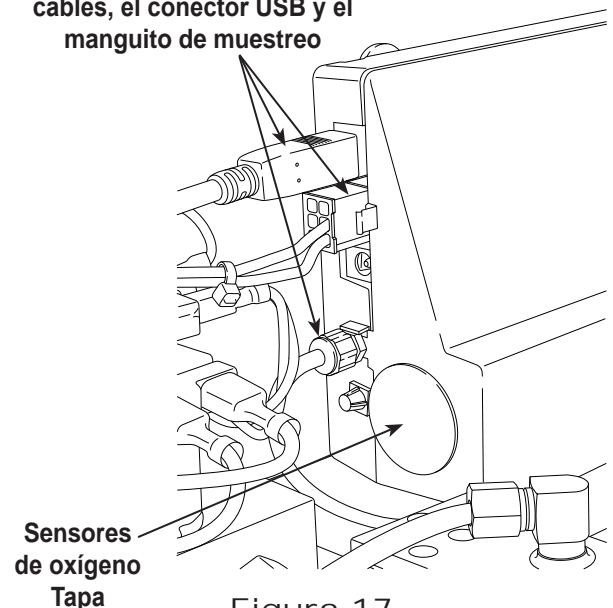

Figura 17
3. Desconecte del identificador el mazo de cables, el conector USB y la manguera de muestreo. Consulte la Figura 17.